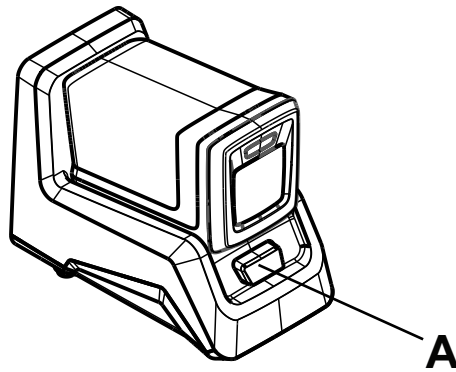

Abbildung 11 – Laden des Akkus
2. Die Taste für die Akkuentriegelung (A) drücken und den aufgeladenen Akku aus dem Ladegerät gleiten lassen (Abbildung 11).